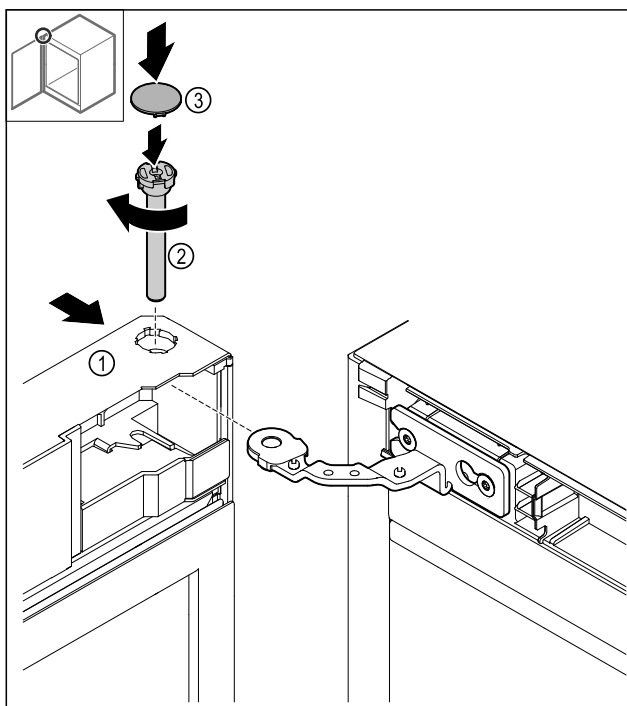

Fig. 48
- ▶ Skub døren Fig. 48 (1) ind på det øverste hængsel.
- ▶ Indsæt bolten Fig. 48 (2), og skru den fast med uret.
- ▶ Påsæt afdækningen Fig. 48 (4).